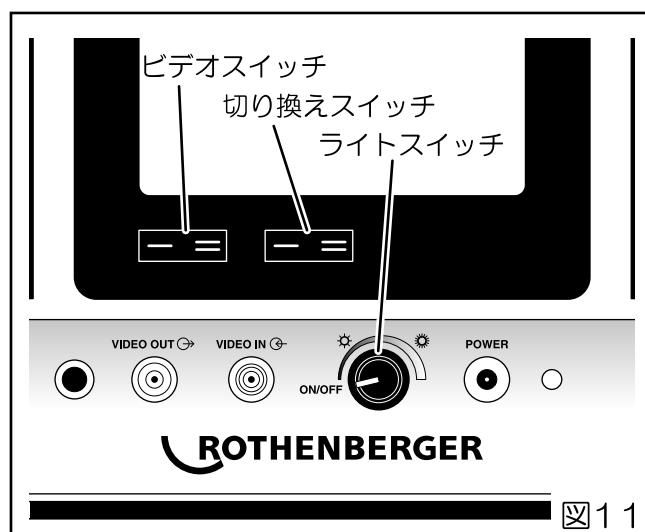

図11
- ・映像出力端子に付属のAVケーブルを接続します。(図11)